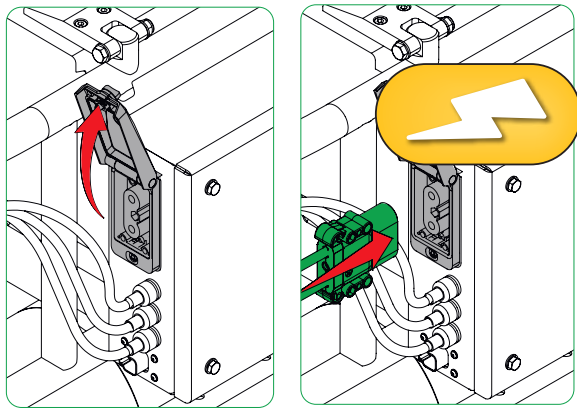

Abb. 14C - Ladestecker der Maschine an das Ladegerät anschließen
3. Ziehen Sie den Ladestecker der Maschine aus seiner Halterung. Verbinden Sie das Ladegerät mit dem Mäher – das Kabel lässt sich nur in einer Orientierung einstecken (Abb. 14C).